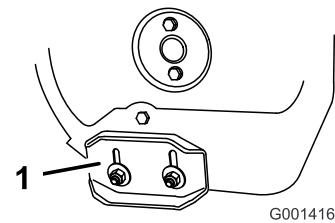

Figura 42
3. Desaperte as porcas que prendem ambos os patins aos lados da broca até que os patins deslizem para cima e para baixo facilmente (Figura 42).